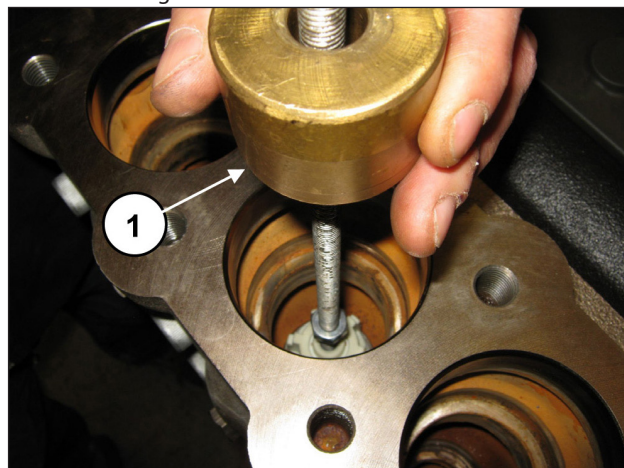

Fig. 107
Estrarre il gruppo valvola aspirazione mediante l'utilizzo di un estrattore a massa battente (cod. 27516400) da applicare al foro M10 del guida valvola (pos. ①, Fig. 107) o, in aggiunta, eventuale adattatore M10-M16 (cod. 25089700) da applicare al filetto M16 del guida valvola.